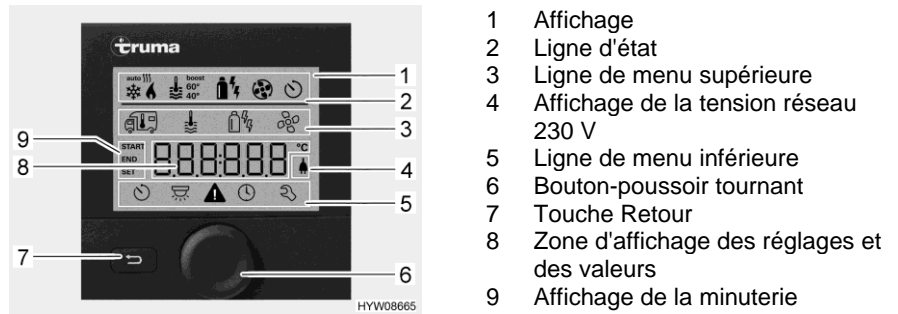
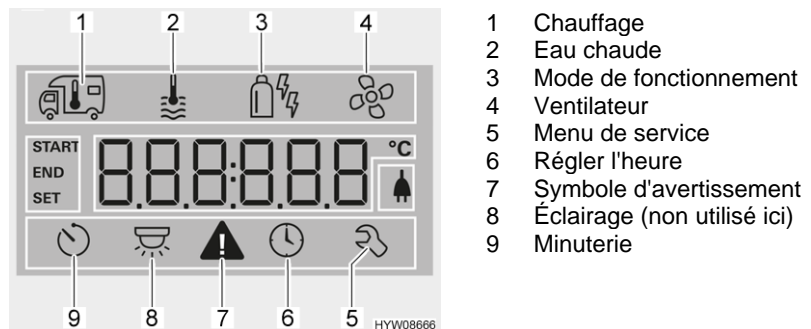

Fig. 107 Unité de commande avec affichages
Fig. 108 Écran (unité de commande)
- Ligne d'état (Fig. 107,2)
- Ligne de menu supérieure (Fig. 107,3)
- Zone d'affichage (Fig. 107,8)
- Ligne de menu inférieure (Fig. 107,5)
- Appuyer sur le bouton-poussoir tournant (Fig. 107,6) pendant env. 3 secondes. Les deux lignes de menu (Fig. 107,3 et Fig. 107,5) sont affichées. Le premier symbole clignote.
- Tourner le bouton-poussoir tournant (Fig. 107,6) jusqu'à ce que le symbole de menu désiré clignote.
- Appuyer sur le bouton-poussoir tournant pour enregistrer la valeur réglée. Si la valeur réglée à l'origine ne doit pas être modifiée : Appuyer sur la touche Retour (Fig. 107,7).
- Tourner le bouton-poussoir tournant (Fig. 107,6) jusqu'à ce que le symbole de menu du chauffage (Fig. 108,1) clignote.
- Appuyer sur le bouton-poussoir tournant pour enregistrer la valeur réglée. Le symbole clignote dans la ligne d'état (Fig. 107,2) jusqu'à ce que la température ambiante réglée soit atteinte. Si la valeur réglée à l'origine ne doit pas être modifiée : Appuyer sur la touche Retour (Fig. 107,7).
- Tourner le bouton-poussoir tournant (Fig. 107,6) jusqu'à ce que le symbole de menu de l'eau chaude (Fig. 108,2) clignote.
- Appuyer sur le bouton-poussoir tournant pour enregistrer la valeur réglée. Le symbole clignote dans la ligne d'état (Fig. 107,2) jusqu'à ce que la température d'eau chaude réglée soit atteinte. Si la valeur réglée à l'origine ne doit pas être modifiée : Appuyer sur la touche Retour (Fig. 107,7).
- Tourner le bouton-poussoir tournant (Fig. 107,6) jusqu'à ce que le symbole de menu de mode de fonctionnement (Fig. 108,3) clignote.
- Appuyer sur le bouton-poussoir tournant pour enregistrer le mode de fonctionnement réglé. Si le réglage d'origine ne doit pas être modifié : Appuyer sur la touche Retour (Fig. 107,7).
- Tourner le bouton-poussoir tournant (Fig. 107,6) jusqu'à ce que le symbole de menu du ventilateur (Fig. 108,4) clignote.
- Tourner le bouton-poussoir tournant (Fig. 107,6) jusqu'à ce que le symbole de menu de la minuterie (Fig. 108,9) clignote.
- Appuyer sur le bouton-poussoir tournant. La minuterie est activée. Le symbole de la minuterie (Fig. 108,9) clignote quand cette dernière est programmée et active.
En cas d'avertissement, le symbole correspondant (Fig. 108,7) clignote. Le chauffage continue de fonctionner. Le symbole d'avertissement s'éteint de lui-même quand il ne s'agit que d'un dérangement passager.